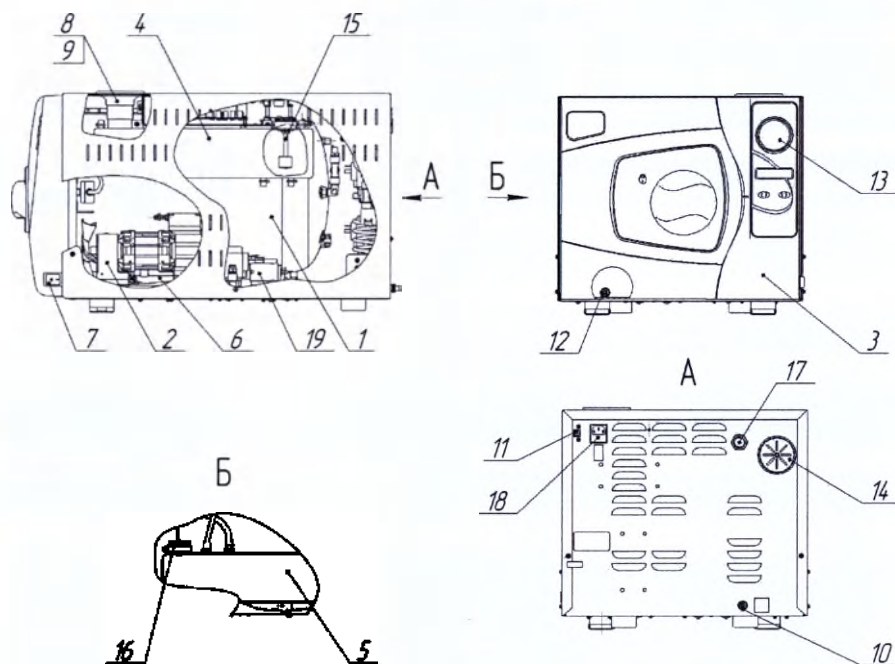
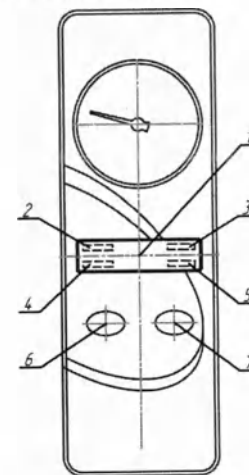

Рисунок 1 – Внешний вид стерилизатора парового ГКа-25-ПЗ в варианте исполнения КИУС.942711.004-05:
Рисунок 3 - Панель управления:
1.5.1 Основными сборочными единицами стерилизатора являются (см. рисунок 1): стерилизационная камера 1, парогенератор 6, вакуумный насос 2, блок управления 3, бачок для воды 4, бачок конденсатный 5.
1.5.2 Стерилизационная камера имеет цилиндрическую форму и выполнена из нержавеющей стали (см. рисунок 1). На верхней крышке корпуса стерилизатора расположено отверстие для заливки дистиллированной воды в бачок для воды (горловина), которое закрывается пробкой и отверстие для проверки работы предохранительного клапана, которое закрывается пластиной. На задней стенке корпуса стерилизатора расположен штуцер сливной для слива воды из бачка для воды. На передней стенке корпуса расположен сливной штуцер для слива воды из бачка конденсатного. Сливные штуцера должны находиться в положении «закрыто». При транспортировании, хранении и т.п. необходимо открыть сливные штуцера и слить воду из бачков.
Обозначение программы и количество проведенных циклов стерилизации отображается соответственно в левом и в правом углах верхней строки дисплея в тот момент, когда не запущен режим стерилизации (см. рисунок 3).
Мановакуумметр (см. рисунок 1) предназначен для визуального контроля давления в стерилизационной камере.
1.5.10 Фильтр бактериальной очистки (см. рисунок 1) предназначен для очистки атмосферного воздуха, поступающего в стерилизационную камеру на этапе выравнивания давления.
2.2.7 Подключить стерилизатор к сети. Перед подключением стерилизатора к питающей сети убедиться в том, что напряжение сети питания соответствует указанному в руководстве по эксплуатации, и розетка питания имеет заземляющий контакт. Включить сетевой выключатель (поз. 7 рисунок 1).
2.2.8 Открыть пробку (поз. 8 рисунок 1), залить воду вручную через горловину (поз. 9 рисунок 1) в бачок до окончания прерывистого звукового сигнала и (или) пропадания индикации отсутствия воды.
2.3.1 Включите сетевой выключатель (поз. 7 рисунок 1), при этом загорится подсветка дисплея и индицируется основное меню (см. рисунок 3).
При необходимости долейте воды в бачок для воды согласно 2.2.8. Стерилизатор готов к работе. Для запуска программы из основного меню (см. рисунок 3) нажмите кнопку ввода 7. При этом запускается последняя выбранная программа стерилизации (в данном случае – установленная заводом-изготовителем программа 1). При отработке программы на дисплее последовательно индицируются этапы программы стерилизации: "ПРОГРЕВ"; "ПРЕДВ. ВАКУУМИР."; "ПРОДУВКА"; "ВАКУУМИРОВАНИЕ"; "СТЕРИЛИЗАЦИЯ" либо "ВЫДЕРЖКА"; "ВЫПУСК ПАРА"; "СУШКА"; "ВЫРАВНИВАНИЕ"; "ЦИКЛ ЗАВЕРШЕН", а так же температура в стерилизационной камере в °C.